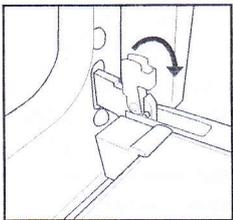

Abb.1
2. Ziehen Sie die Schließhaken der Scharniere bis zum Anschlag nach vorne (Abb. 1).